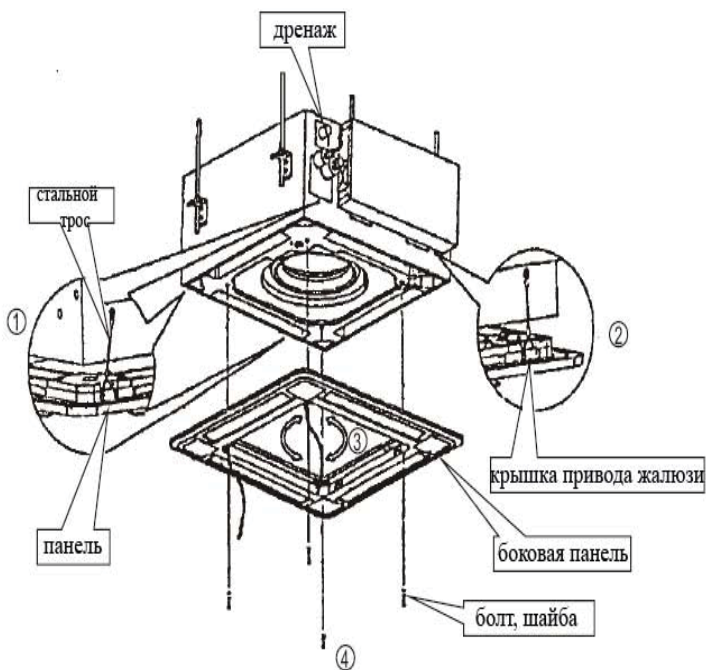

Рис.11
- Выкрутите болты, и снимите их (рис. 11).
- Закрепите крепления панели электродвигателя привода жалюзи и его противоположной стороны к соответствующему накопитель влаги (см. рис. 11 (1)) Затем отогните два другие крепления соответствующего крепления подвеса корпуса (рис. 11 (2))
- Выровняйте 4 крепления панели сохраняя панель в горизонтальном положении, затем прикрутите панель к потолку (рис. 11 (3))
- Регулируя панель в направлении, указанном стрелками на рисунке 11 (4), слегка подгоните центр панели к центру отверстия. Убедитесь, что крепления в 4-х углах корпуса надёжно закреплены и надёжно затянуты.